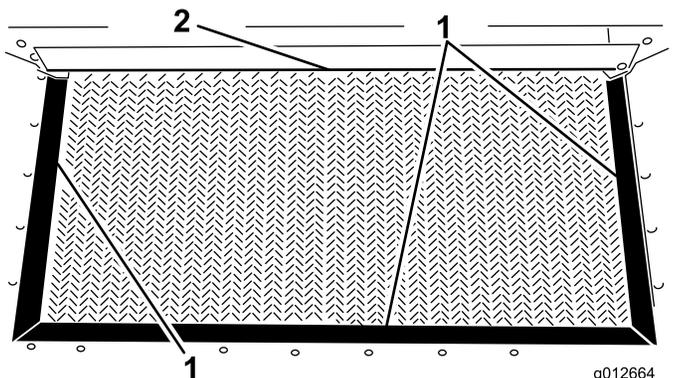

Figura 22
3. Inspeccione os vedantes da tremonha e borda da porta no que respeita a desgaste ou extremidades rasgadas (Figura 22).